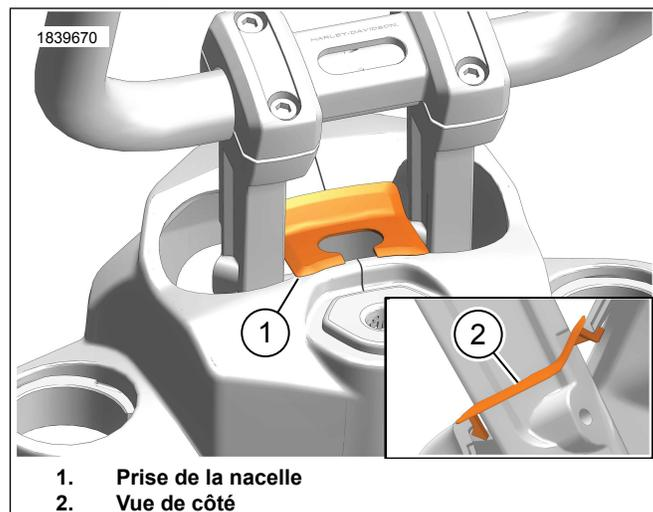

Figure 5. Prise de la nacelle
7. Voir la Figure 5. Installer la prise de la nacelle.
- a. Installer la prise de la nacelle (1) au-dessus de la nacelle.
- c. Faites pivoter la prise de la nacelle (1) vers le bas et enclencher en place.